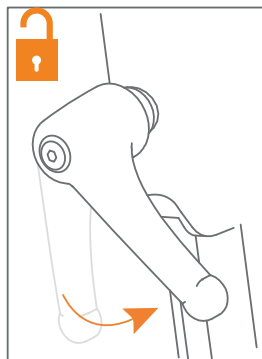
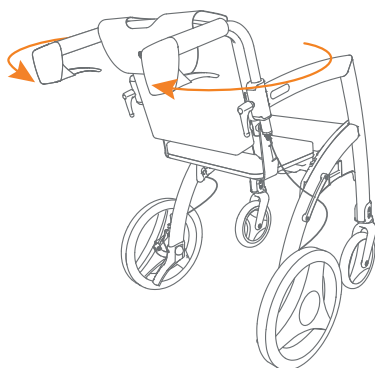
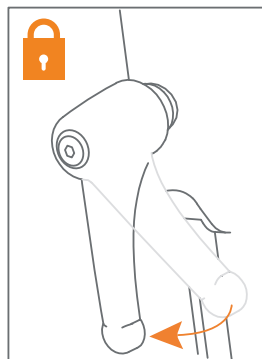

Figure 36: Relâcher la manette de réglage.
Figure 37: Tourner les poignées.
Figure 38: Serrer la manette de réglage.
- d. Tournez les manettes des poignées du déambulateur en sens contraire des aiguilles d'une montre **(Figure 36)** et tournez les poignées vers l'arrière **(Figure 37)**. Ajustez les poignées à bonne hauteur pour la personne qui va pousser la chaise roulante et fixez les poignées en vissant les manettes de fixation dans le sens des aiguilles d'une montre **(Figure 38)**. Voir également: **Réglage de la hauteur**.